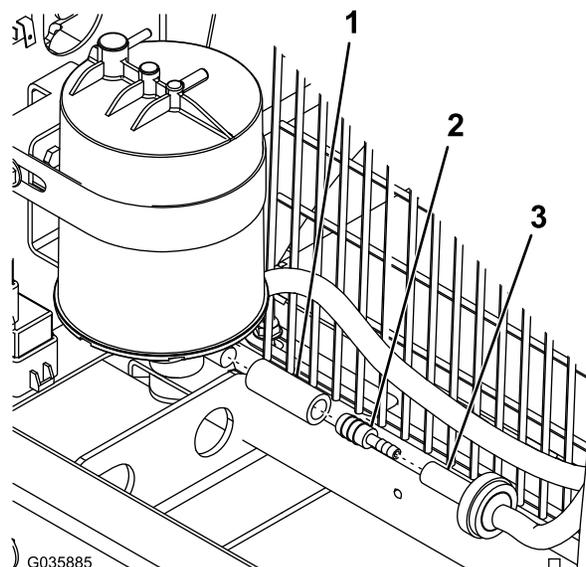

**Figura 5**
4. Fissate il canister a carboni attivi alla staffa utilizzando la cinghia del canister e 2 bulloni a testa tonda e dadi flangiati (3/8") come illustrato nella Figura 5.